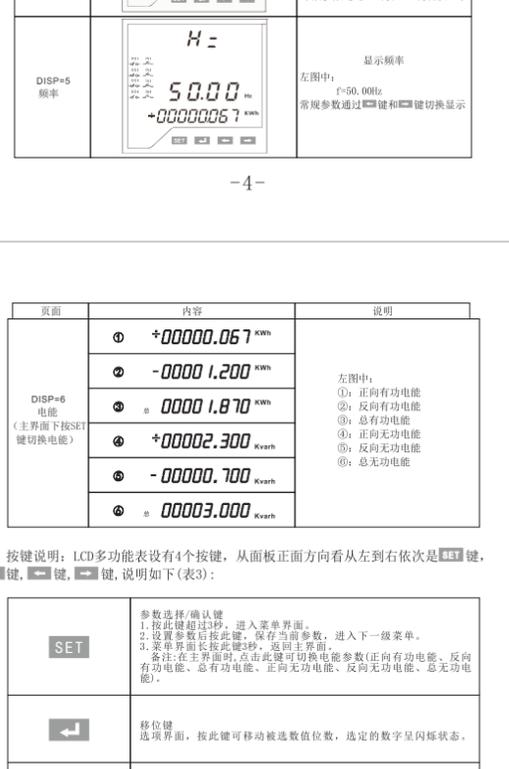

图5: 检测控制部分原理图: 仅供参考, 如有改动, 恕不另行通知!
4.1 三相6kVA~30kVA高精度全自动交流稳压器检测控制部分原理图见图5。